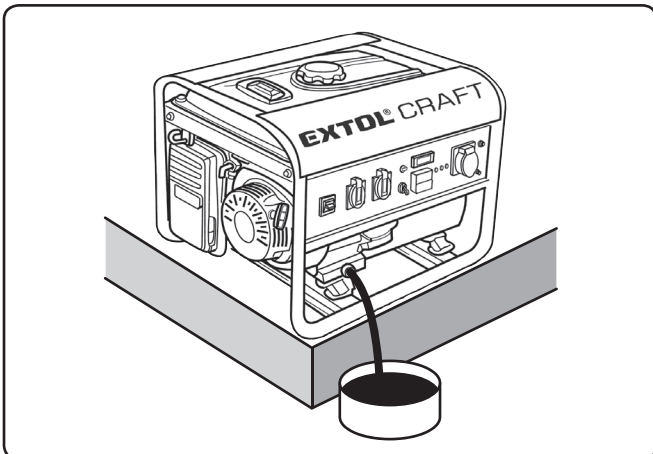

Abb. 22
1. Um Öl aus der Motorölwanne abzulassen, stellen Sie den Stromerzeuger höher, damit das Öl in den vorbereiteten Behälter fließen kann (siehe Abb. 22).